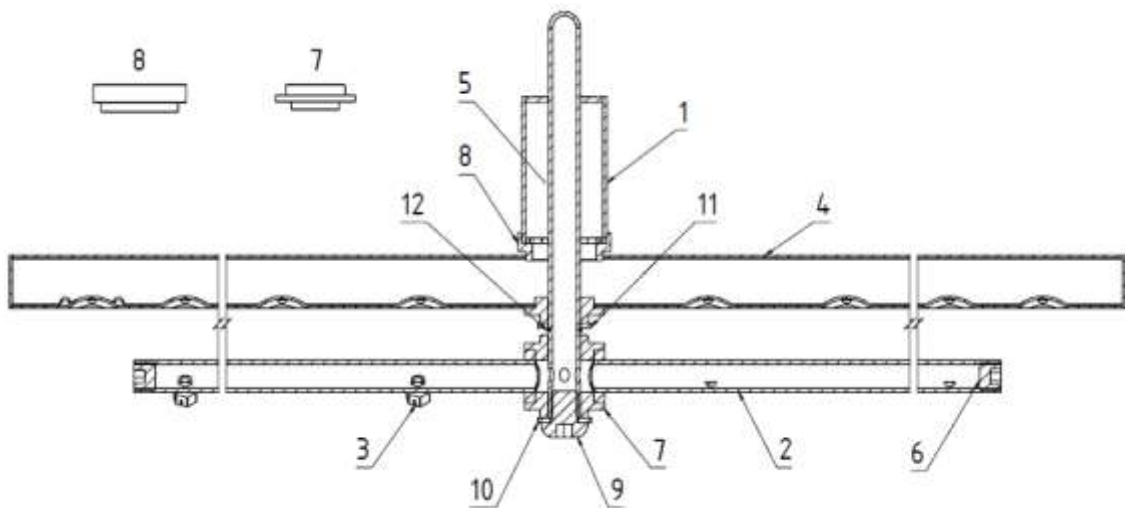

Рисунок 6 - Схема установки разбрызгивателей.
- отвернуть винт (рис. 6, поз. 9);
- придерживая от падения снять ополаскивающий разбрызгиватель (рис. 6, поз. 2), моющий разбрызгиватель (рис. 6, поз. 4), втулки (рис. 6, поз. 7 и 8), стопорное кольцо (рис. 6, поз. 12), шайбу (рис. 6, поз. 11);
- промыть водой засоренные трубки ополаскивающего и моющего разбрызгивателя (рис. 6, поз. 2, поз. 4);
- прочистить от отложений накипи отверстия форсунок ополаскивающего разбрызгивателя (рис. 6, поз. 3) механическим путем проволоки  $\varnothing 0,6...0,8$  мм или обработать отверстия форсунок с применением средства для удаления накипи, например: «Кумкумит», «Lime-A-Way Extra» (Ecolab). Обработку произвести в соответствии с инструкцией на средство;